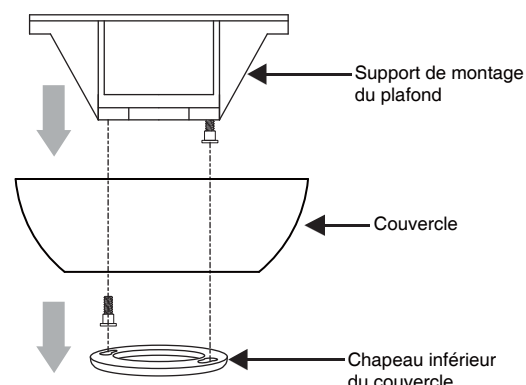

Fig. 4
1. Ôtez le chapeau inférieur du couvercle décoratif en tournant le premier dans le sens inverse des aiguilles d'une montre. (Fig. 4)
2. Ôtez le support de montage du couvercle en enlevant 1 des 2 vis situées au fond du support de montage et en desserrant la tête de l'autre vis d'un demi-tour. Ensuite, tournez le couvercle dans le sens inverse des aiguilles d'une montre pour ôter le chapeau du couvercle. (Fig. 4)